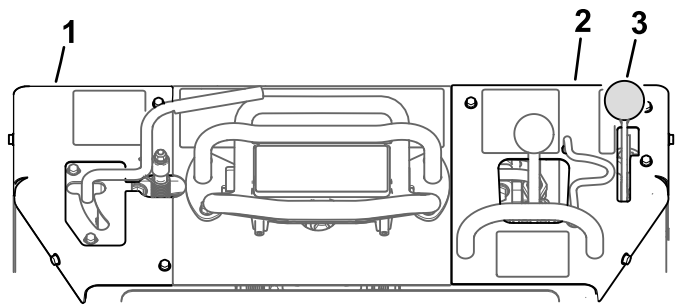

Bild 18
- Bringen Sie die linke und rechte Armaturenbrettpabdeckung wieder an und achten Sie darauf, dass der Kabelbaum durch die Aussparungen geführt wird (siehe Bild 18).